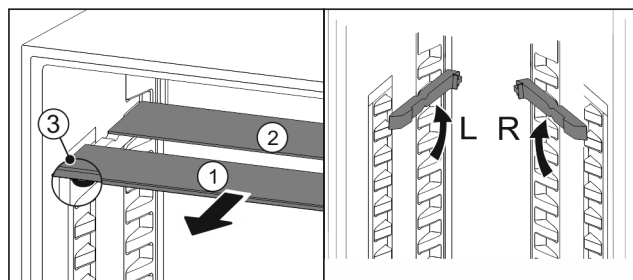

Fig. 131
- Træk glaspladerne ud enkeltvis fremad Fig. 131 (1).
- ▷ Glaspladen Fig. 131 (1) med pyntelisten ligger foran.
- ▷ Stoppene Fig. 131 (3) peger nedad.